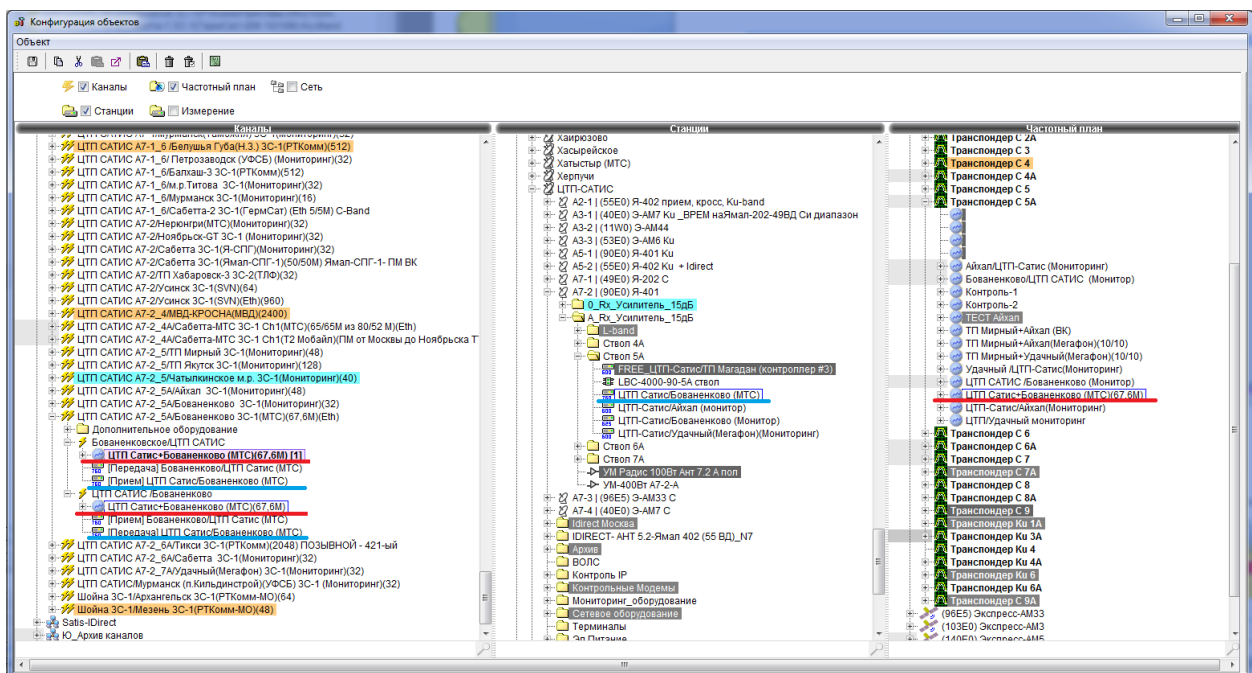

Рисунок 11 - Создание канала в дереве каналы.
- В открывшейся форме «Конфигурация объектов» поставить отметки «Станции», «Частотный план» и «Каналы» в левом верхнем углу формы (см. рис. 11).
- Далее в появившемся канале, в меню «Настройки» необходимо прописать названия направлений, а также перетащить модемы и несущие из деревьев «Станции» и «Частотный план» в дерево «Каналы» (см. рис. 11).